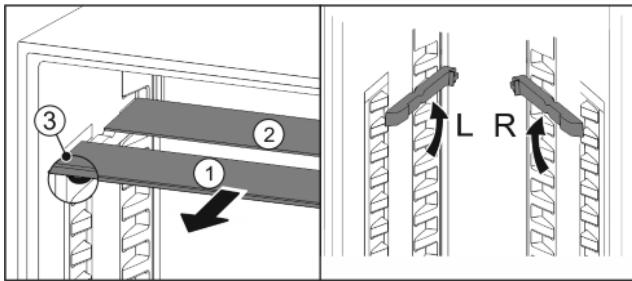

Fig. 22
- ▶ По одной извлеките Fig. 22 (1) стеклянные панели движением вперед.
- ▶ Стеклянная панель Fig. 22 (1) со стопорами лежит спереди.
- ▶ Стопоры показывают вниз Fig. 22 (3).